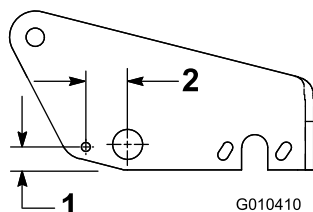
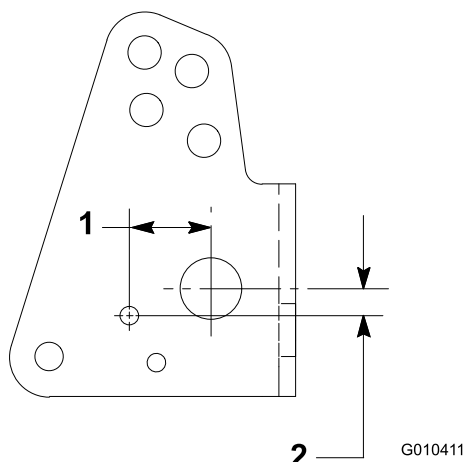

Figure 9
Figure 10
- A. Utilisez les dimensions indiquées sur la Figure 9 pour la **Greensmaster 3100** et sur la Figure 10 pour la **Greensmaster 3050** pour repérer le cadre.